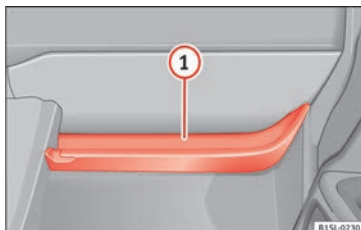

Fig. 60 Portaoggetti aperto sul lato del passeggero
Sul portaoggetti aperto è presente un gancio per borse » **fig. 60 ①**.